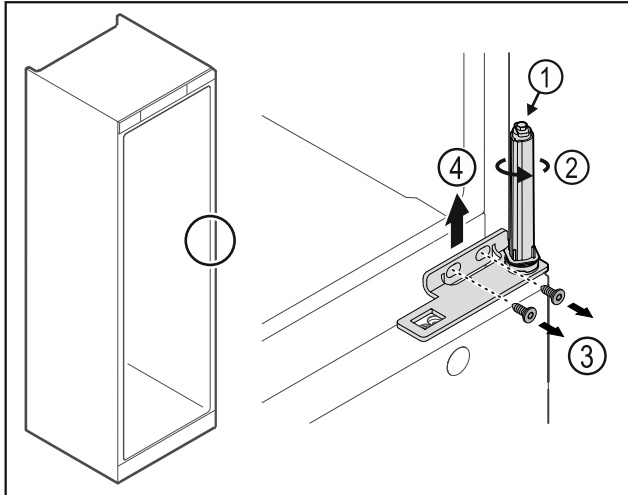

Fig. 32
- ▶ No desensamblar el sistema de cierre de la puerta Fig. 32 (1).
- ▶ Girar el sistema de cierre Fig. 32 (2) hasta que haga clic.
- ▶ Soltar los tornillos Fig. 32 (3), retirar la escuadra de bisagra hacia arriba Fig. 32 (4).